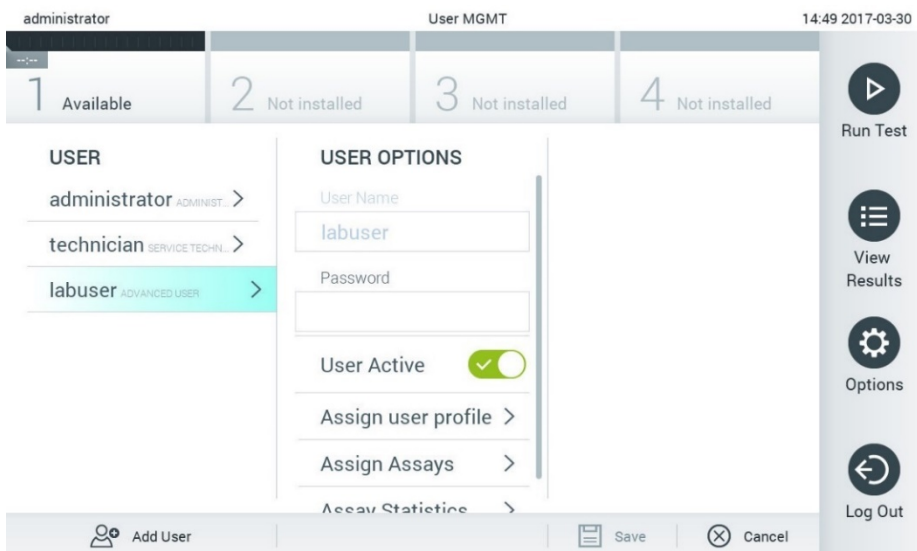

図 60.ユーザーの選択と管理。
2. コンテンツエリアの左列のリストから、管理するユーザーを選択します (図 60)。